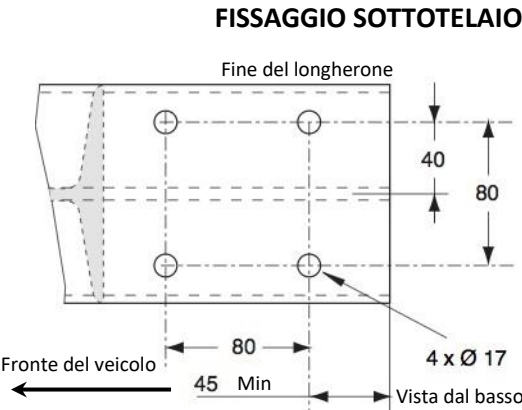

Fig.3a
È obbligatorio usare tutti i fori (Fig. 3a e 3b).
- O foratura dei longheroni se non ci sono fori e foratura delle piastrine (vedi Fig. 3a e 3b).